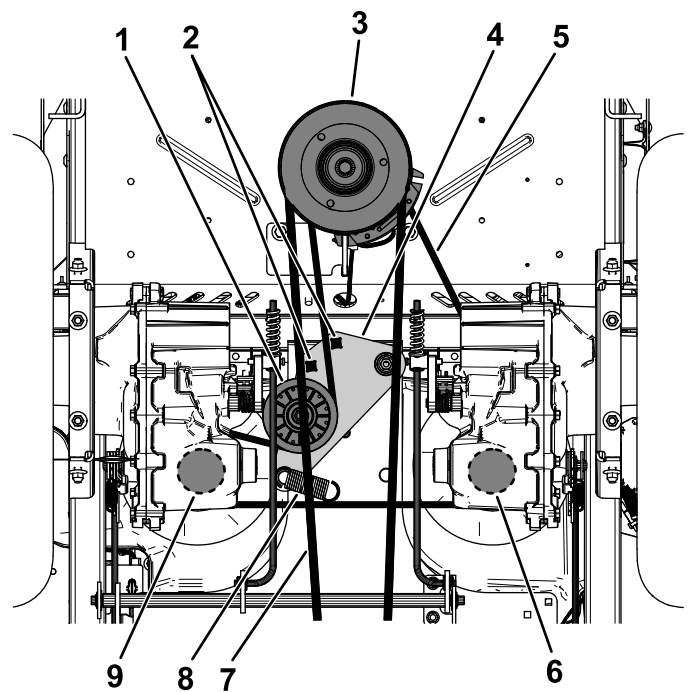

Figura 62
5. Folosii o cheie cu clichet de 1/2" sau o bară de forță în unul din orificiile pătrate ale braului rolei de ghidare pentru a elimina tensiunea arcului rolei de ghidare (Figura 62).
6. Îndepărtați cureaua existentă de pe fulia rolei de ghidare, de pe cele 2 fulii de acionare a pompei hidraulice și de la fulia motorului (Figura 62).
7. Montați cureaua nouă în jurul fuliei rolei de ghidare, fuliei motorului și în jurul celor 2 fulii ale pompei hidraulice (Figura 62).